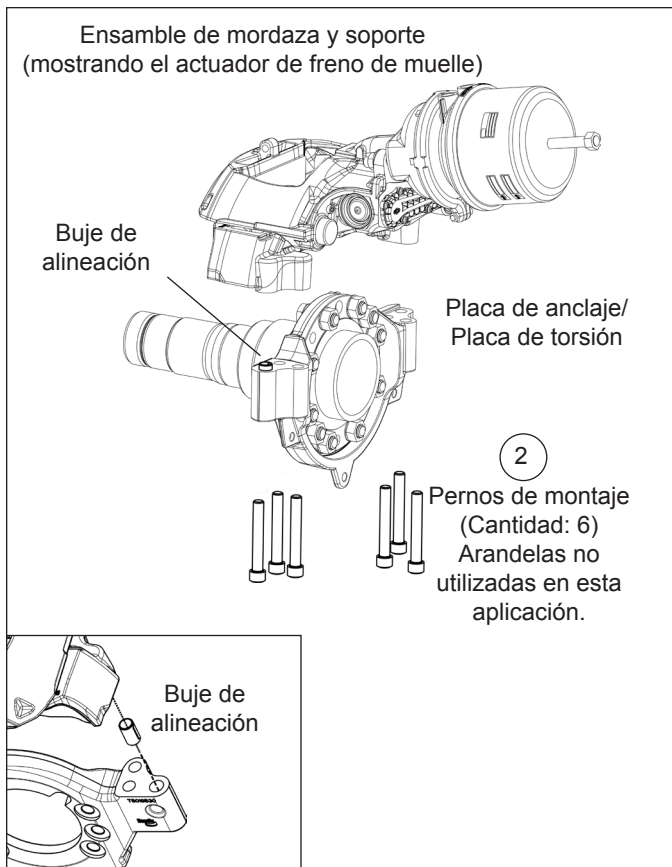

Figura 9: montaje vertical de la mordaza y soporte
1. (Consulte la figura 9). Sosteniendo el freno de disco de aire por los medios necesarios, retire y deseche los seis pernos de montaje (elemento 2). Levante la mordaza y retírela de la placa de anclaje. (Consulte la figura 9).